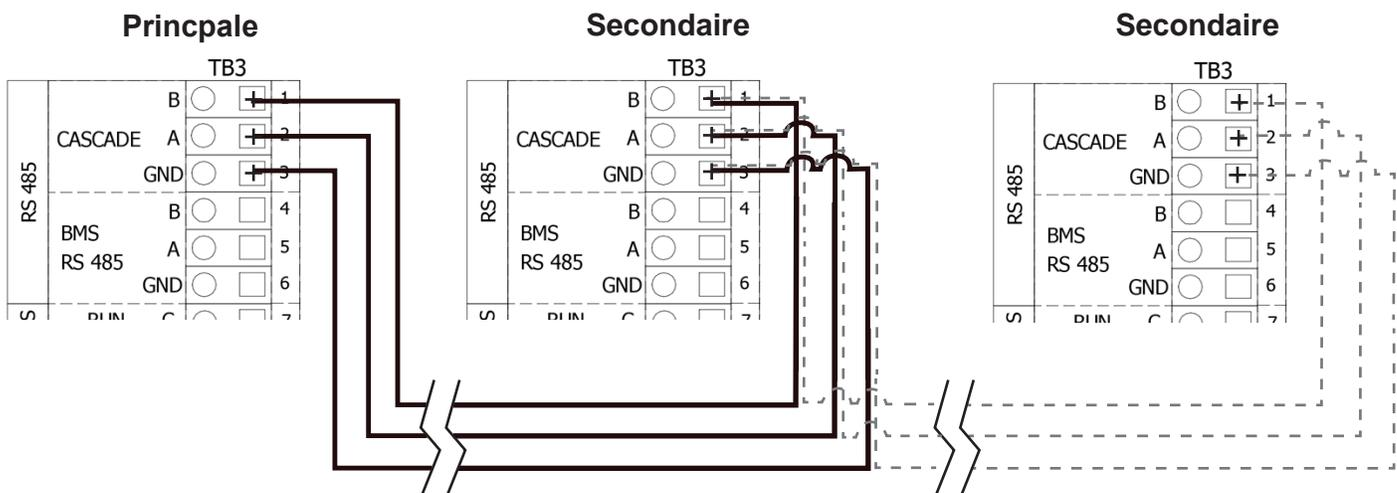

Figure 36. Câblage en cascade
Principale (Principale), les sept (7) autres sont les chaudières contrôlées (Lag). Avant le câblage des appareils pour leur fonctionnement en cascade, définir un appareil, chaudière ou chauffe-eau, comme étant le « Principale » (Principale). Les autres appareils raccordés à cet appareil « Principale » sont désignés comme « secondaires » (Lag). La communication entre les appareils est assurée par une liaison RS485. Lors du câblage de ces appareils pour leur fonctionnement en cascade, utiliser les bornes 1, 2 et 3 du bornier basse tension. Utiliser une paire torsadée à 2 fils, blindée avec drain (câble de communication) entre les appareils. Connectez un fil du câble de communication à A (borne 2), et l'autre fil à la borne B (borne 1), et un troisième fil TERRE (borne 3) (voir RS485, REMARQUE: Mise à la terre). Connecter l'autre extrémité du câble à l'appareil suivant, en faisant correspondre les files de l'appareil précédent. Consulter la Figure 36 on page 46. Si plus de deux appareils sont installés en cascade, chaîner en série le câblage d'un appareil à l'autre, en veillant à ce que les câbles soient aussi courts que possible. Une sonde d'alimentation du système doit être installée et connectée à la première chaudière (Principale). La première chaudière utilisera cette sonde d'alimentation du système comme sonde de régulation de température pour les installations en cascade.